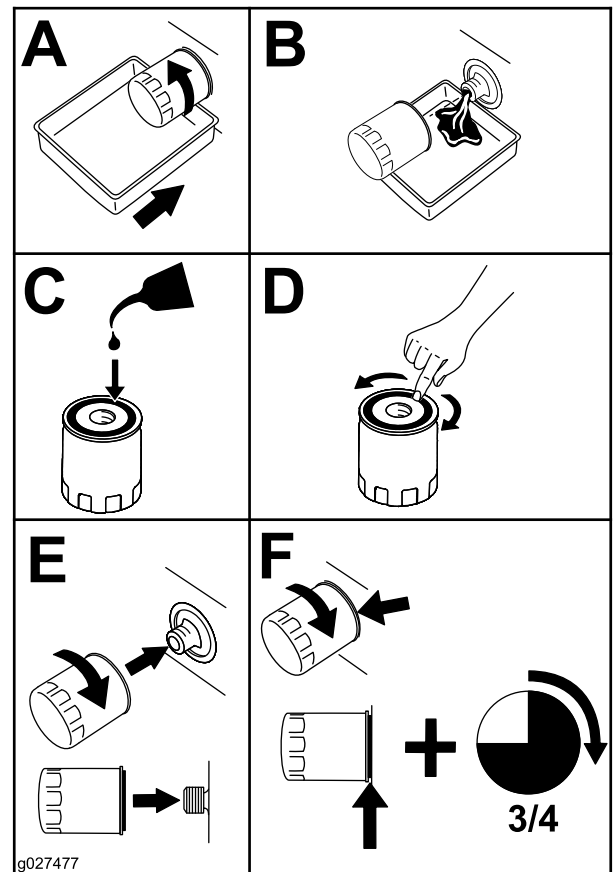

Figure 24
6. Remplacez le filtre à huile moteur comme montré à la Figure 24.